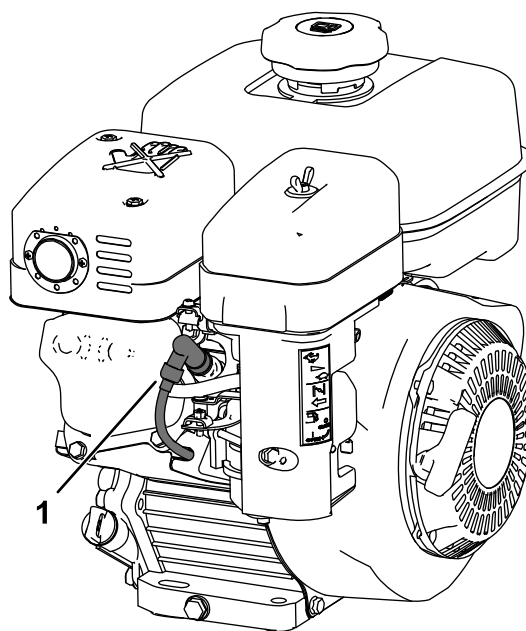

Figure 10
5. Débranchez le fil de la bougie (Figure 10).